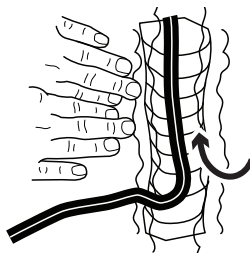

Figure 12
1. Après avoir vérifié le bon fonctionnement du système, enfouir tous les câbles et les connecteurs du système, puis replanter, idéalement avec une pelle ou une déplaqueuse de gazon (figure 12).